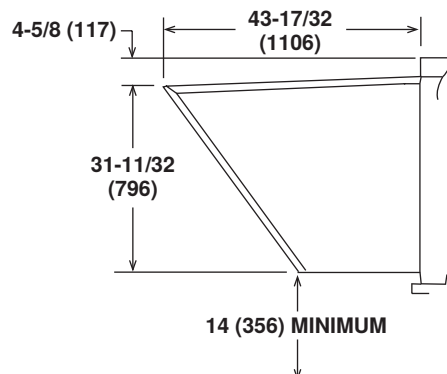

Figure 1. Dimensions du capot d'air extérieur (se référer à Tableau 2)
1. Assurez-vous que l'emplacement de l'unité offre suffisamment d'espace libre pour la capot d'air extérieur (voir Figure 1). Consultez le Tableau 2 pour connaître la largeur de la capot à air, qui est la même que la largeur de l'armoire.